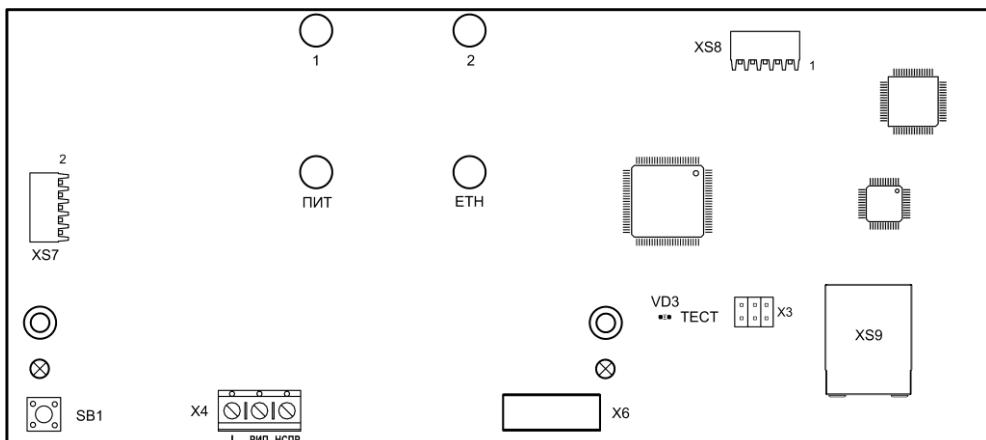

Рис.4 Внешний вид платы контроллера
- плата контроллера (рис.4);
### 3.1 На плате контроллера (рис.4) расположены: